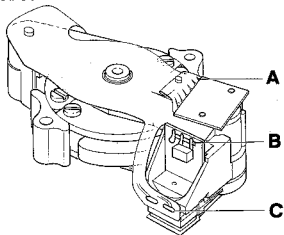

Fig. 2
- Die Anschlüsse A (siehe Bild 2) des Flexprints entlöten.
- Die Anschlüsse A und B anbringen (siehe Bild 2).